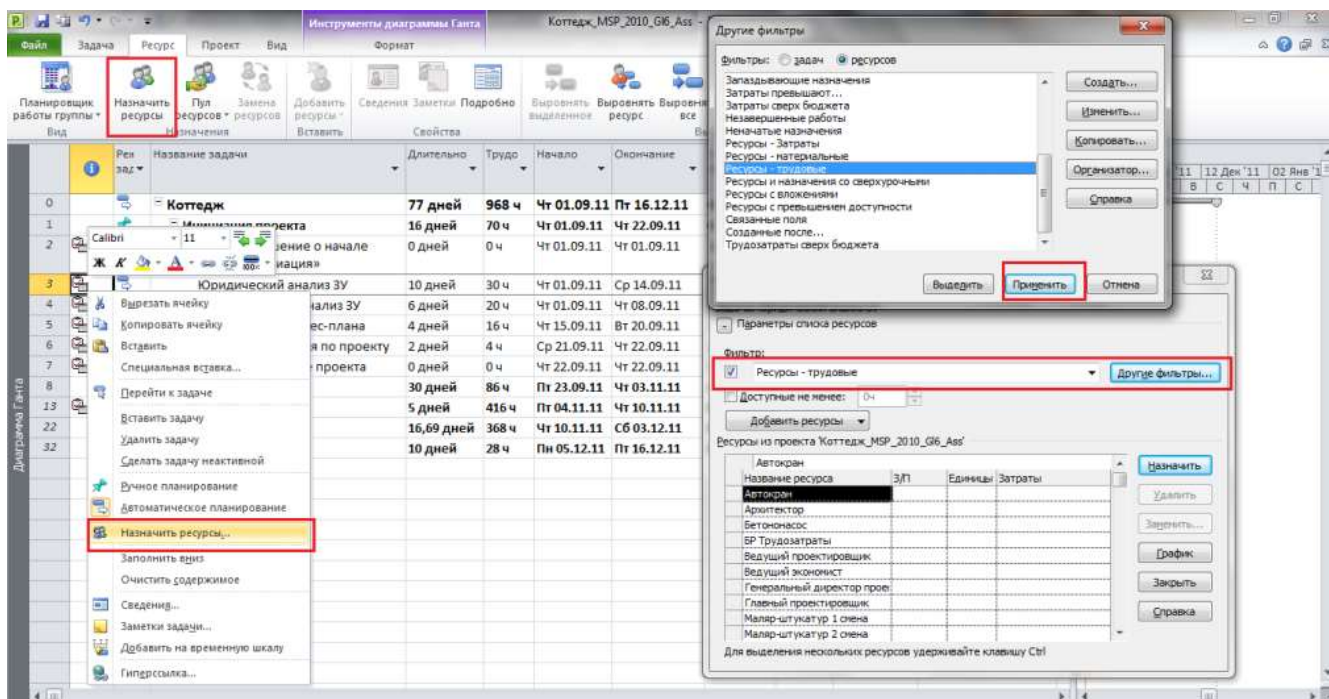

Рис. 7.2 - Окно «Назначение ресурсов»
1. В представлениях диаграмм Ганта, использовании задач, ресурсов, сетевой диаграммы нужно на закладке «Ресурс» нажать кнопку «Назначить ресурс» и в области «Ресурсы из проекта ...» выделить необходимые ресурсы или ресурс и нажать кнопку «Назначить». Если необходимо, в колонке «Единицы» нужно указать требуемое количество ресурсов для исполнения работы. В случае, если список ресурсов очень большой или необходимо выбрать (отфильтровать по фильтру или группе) определенные ресурсы, можно воспользоваться фильтром в «Параметрах списка ресурсов» окна «Назначение ресурсов», Рис. 7.2.